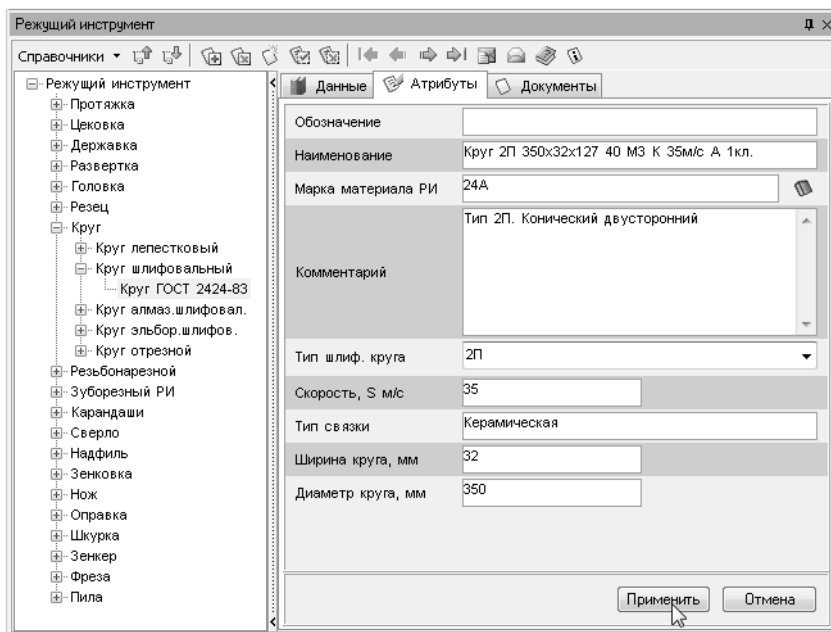

Рис. 7.2.
12. На панели инструментов УТС нажмите кнопку **Добавить запись** и заполните появившиеся ячейки, как показано на (рис. 7.2). Марку материала РИ выберите, нажав на кнопку рядом с соответствующей ячейкой. Заполнив атрибуты, нажмите кнопку **Применить**.